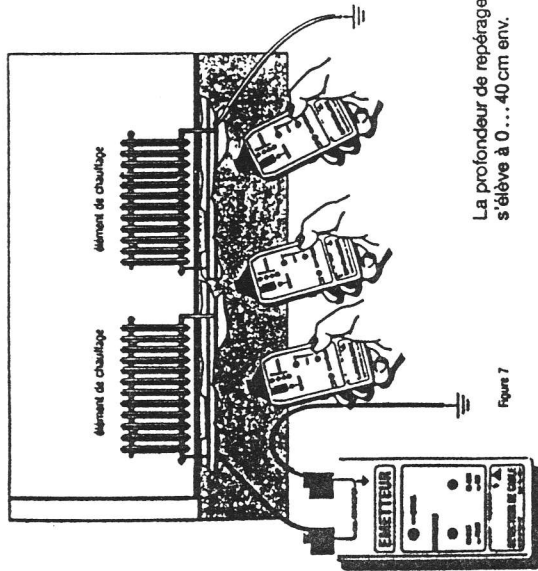

Figure 7
- 2) Connectez l'émetteur selon Figure 7.